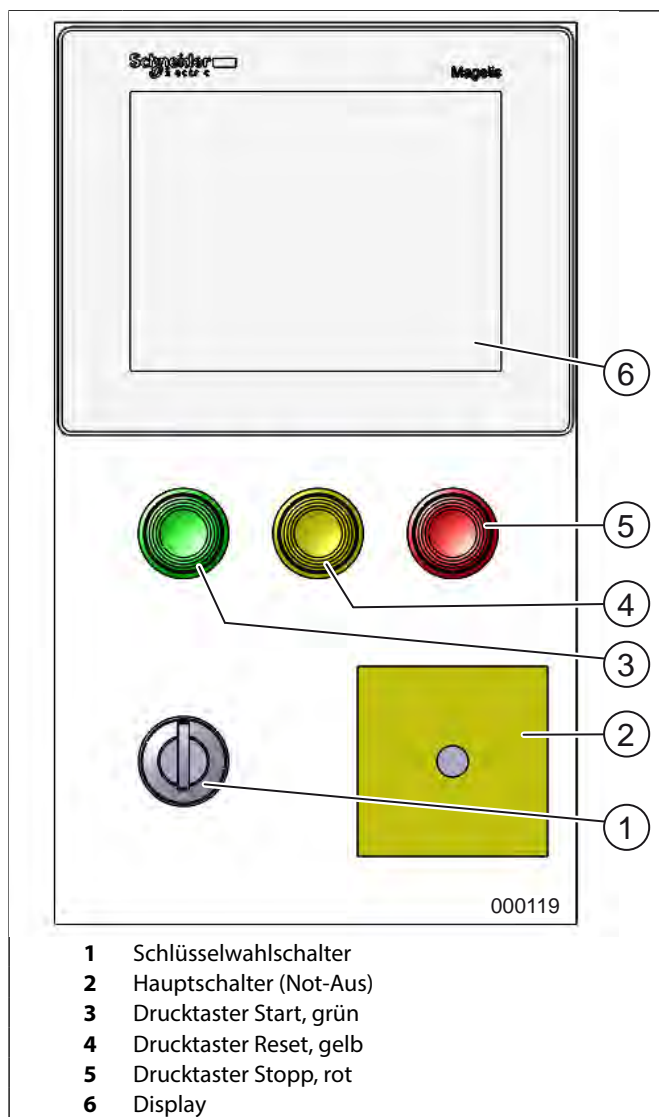

Abb. 7 Bedienungselemente
1. Not-Aus-Leiste (Abb. 6) am Shredder-Tisch entriegeln (Leiste herausziehen) und Hauptschalter (Abb. 7/2) einschalten (Stellung „1“).
2. Schlüsselwahlschalter (Abb. 7/1) nach rechts drehen.
3. Grünen Startknopf (Abb. 7/3) drücken.
Vier Hauptbildschirme (Abb. 7/6) unterstützen Sie bei der Steuerung der Maschine.
Wenn es einmal aus irgendeinem Grunde notwendig sein sollte, die Maschine schnellstmöglich auszuschalten bzw. zu stoppen, so kann dies durch Drücken dieser Not-Aus-Leiste erreicht werden. Zum Wiedereinschalten die Leiste entriegeln (herausziehen) und den Drucktaster Start, grün (Abb. 7/3) drücken.
1. Den Hauptschalter (Abb. 7/2) in Stellung „1“ stellen.
2. Den beigefügten Schlüssel in den Schlüsselwahlschalter (Abb. 7/1) stecken und nach rechts drehen.
- der Verriegelungsschalter (Abb. 7/1) entriegelt ist (Schlüssel nach rechts drehen),
- der Hauptschalter (Abb. 7/2) eingeschaltet ist (Stellung „1“),